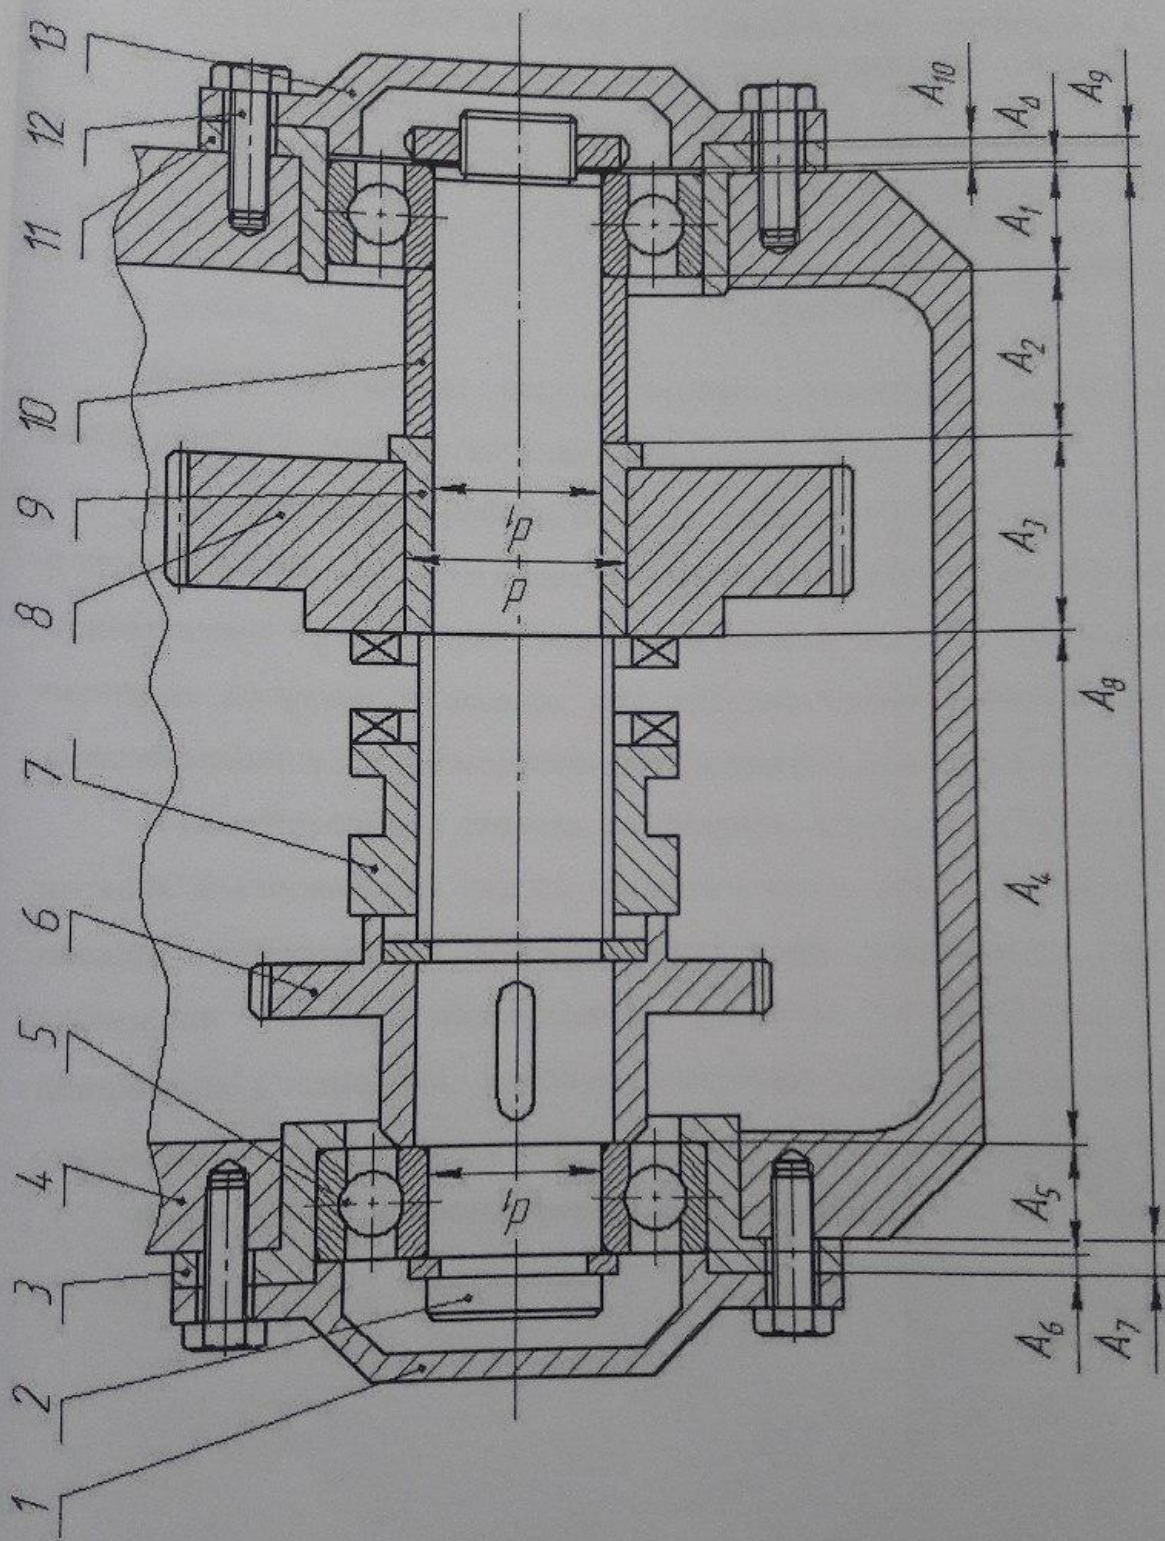

Рисунок 1 — Узел коробки передач
1. Описание работы механизма узла коробки передач (Рисунок 1).